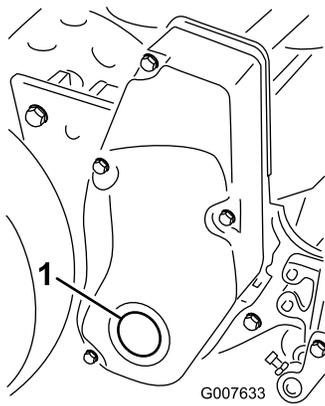

Figura 56
1. Retire el tapón de la cubierta derecha de la transmisión del molinete (Figura 56).